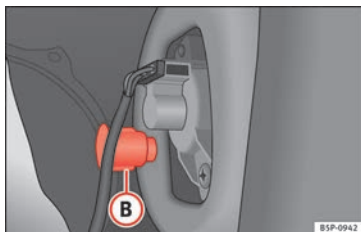

Bild 185 Sidoljus och bromsljus.
- Skruva loss plastdelen » **bild 185** **B** samtidigt som du håller i bakljusen. Plastdelen lossnar lättare om du sätter in en skruvmejsel under den.